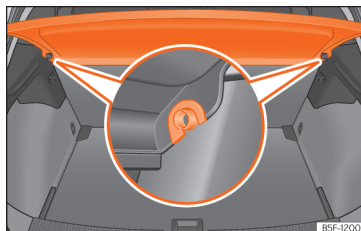

Fig. 176 Na bagageira: desmontar e montar a chapeleira.
- Desencaixe a chapeleira dos suportes laterais »» **Fig. 176** puxando-a para cima e retire-a.
- Introduza a chapeleira horizontalmente fazendo coincidir a «fechadura» sobre o eixo dos suportes »» **Fig. 176**, e pressione para baixo até que encaixe.